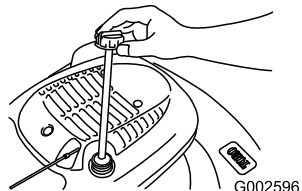

Figura 29
2. Retire la varilla (Figura 29).